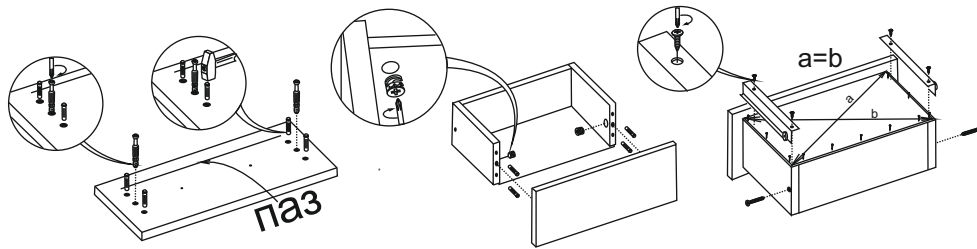

Рис.8
10. Далее следует собрать выдвижные ящики. Для этого необходимо прикрепить боковины ящика 11 к вязке ящика 13 с помощью евровинтов. Затем с помощью эксцентриков и шкантов к боковинам ящика 11 прикрепить накладку ящика 14. (рис. 8,9) Дно ящика ЛДВП 16 вставляется в паз на накладке 14, выравнивается по боковинам 11, прибивается к вязке 13 гвоздями, предварительно выровнив диагонали ящика. Остается закрепить направляющие ящика на боковинах 11 с помощью шурупов 3,5x16 как показано на рис.8. Вставляем ящики в предварительно закрепленные на боковине 1а и перегородке 8а направляющие. Если сборка была проведена правильно - ящики вставляются легко с одинаковыми зазорами по бокам и сверху.